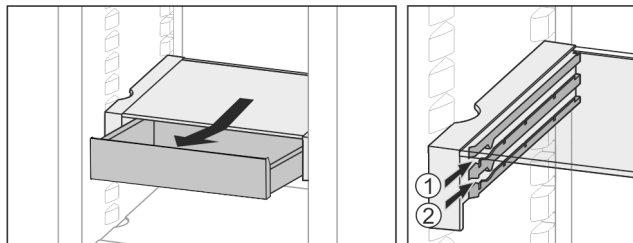

Fig. 34
- ▶ Vstavite ga na poljubni višini Fig. 34 (1) ali Fig. 34 (2).